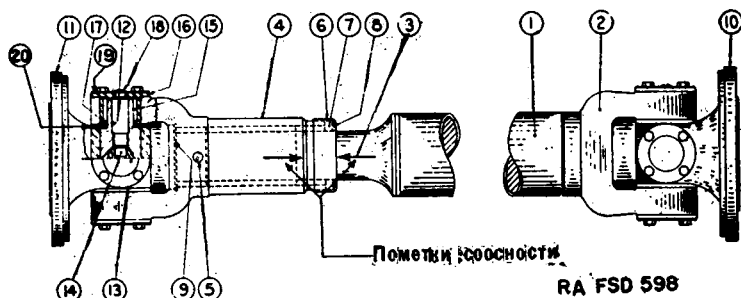

Рис. 53. Карданный вал.
73. Описание и установка (рис. 53).